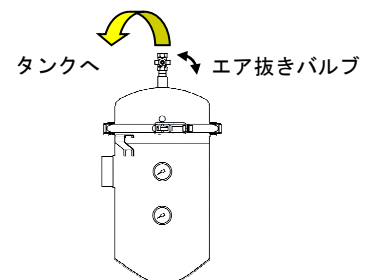

図 1-2. エア抜き回路
- ②フィルタに逆流が発生しない回路で使用してください。逆流の発生がある場合には、逆止弁の設置など対策を取ってください。フィルタ出口側の立ち上げ配管等も逆流の可能性があるので上記対策を取ってください。
- ③基礎ボルト等を使用し、脚部をしっかりと固定してください。
- ④各接続ポートのサイズを確認し、使用条件に適合したバルブや管継手を使用して配管してください。接続時に配管ねじの切粉やシール材が配管内部へ入り込まないようにしてください。本運転に先立ち、配管ラインのフラッシングを行い、液漏れ等の異常のないことを確認してください。
- ⑤配管は、振動や重量によって負荷がかからないようにサドル等を使用して架台などにしっかりと固定してください。
- ⑥エレメント交換時には、容器内の液抜きが必要です。液抜き作業が必ず行えるように液抜き口に配管してください。
- ⑦エア抜き作業が必ず行えるように配管してください。エア抜きバルブより樹脂チューブ等にてタンクに常時少流量戻すような配管をすれば、エア抜き作業がより確実に行えます。（図 1-2 参照）ただし、ポンプ位置が高い場合、再起動時の空運転を起すことがありますので、エア抜きを高い位置にするなど対策を取ってください。